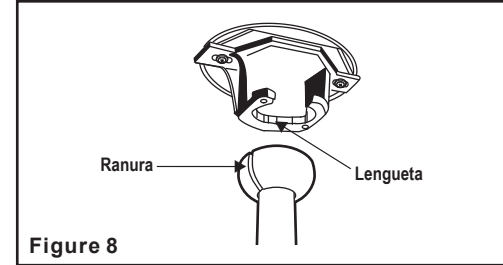

Figure 8
Paso 9. Coloque la bola de la barra en la ranura del soporte de suspensión. (Fig. 8)